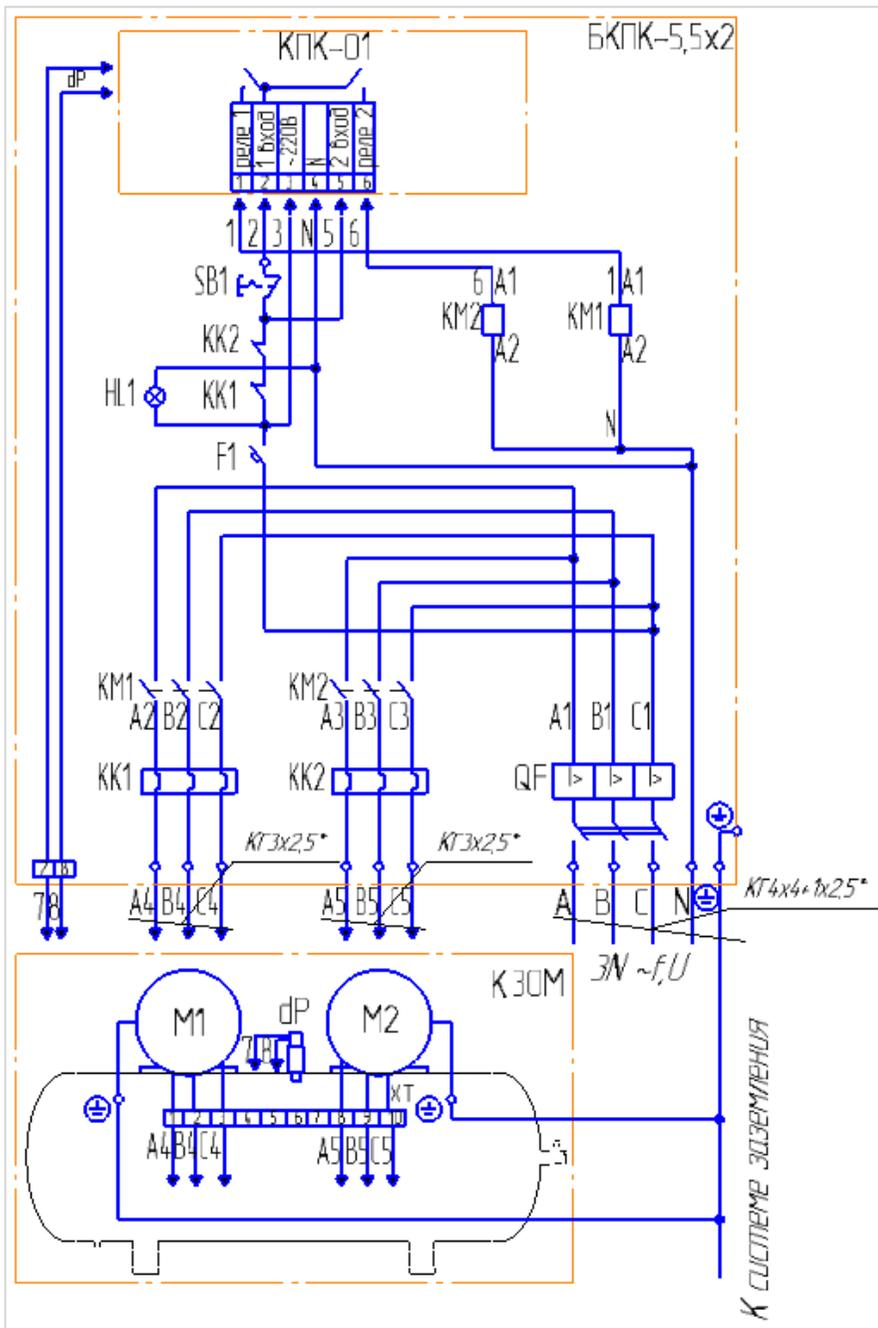

Рисунок 3 – Схема электрическая принципиальная
6.8 Разводку подводящих проводов необходимо произвести в соответствии с требованиями «Правил технической эксплуатации электроустановок потребителем», согласно схеме электрической принципиальной и соединений компрессорной установки КЗ0М (рис.3).
7.1.1 Убедиться в правильности подключения шкафа согласно схеме электрической принципиальной и соединений (рисунок 3).